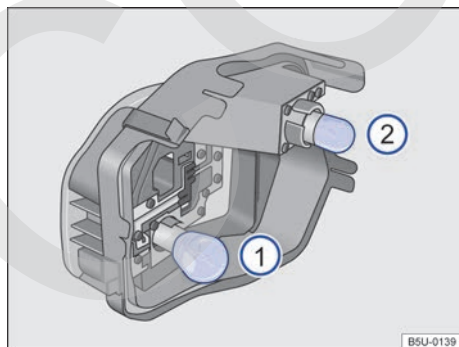

Fig. 171 En el soporte de las lámparas: ubicación de las lámparas.
- Para remover las lámparas incandescentes quemadas → fig. 171 ① y ②, presionar la lámpara contra el soporte y girar, al mismo tiempo, en el sentido antihorario.
- Para insertar las lámparas nuevas ① y ② en el soporte, presionar la lámpara y girar, al mismo tiempo, en el sentido horario, hasta el batiente.
La ubicación e identificación de las lámparas incandescentes → fig. 171 están relacionadas a continuación: